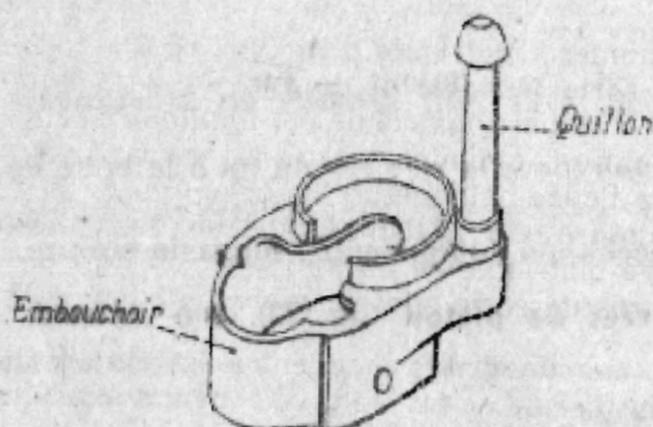

Fig. 25. — Embouchoir à quillon.
86. L'embouchoir à quillon (fig. 25), en deux pièces inséparables (embouchoir, et quillon vissé sur lui).